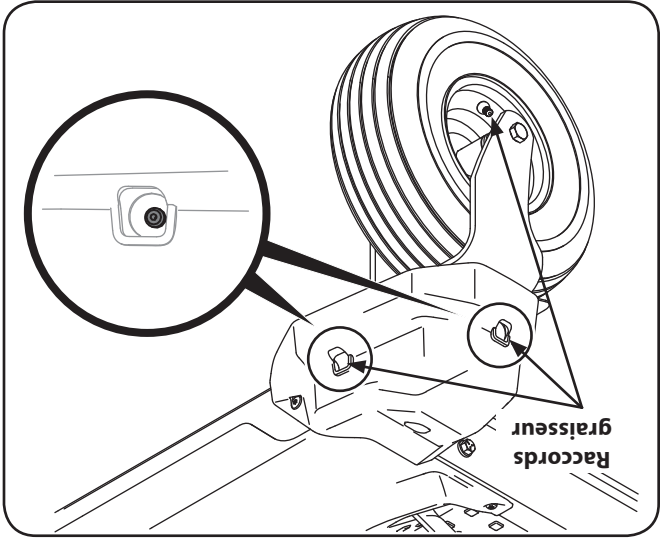

Figure 6-2
3. Desserrez, sans le retirer, le boulon hex. sur le crochet de support gauche arrière du plateau de coupe. Voir la Figure 6-2
Chacune des axes de roue avant et jantes comporte un raccords graisseur. Voir la Figure 6-2. Appliquez une graisse polyvalente no 2 avec un pistolet graisseur toutes les 25 heures d'utilisation du tracteur.